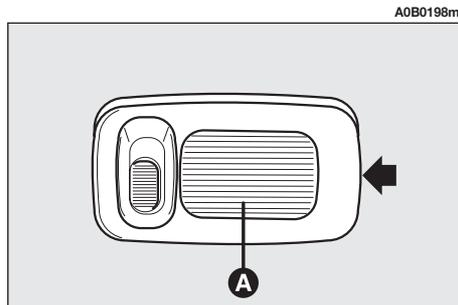

fig. 59
– Estrarre la plafoniera (**A-fig. 59**) facendo leva nel punto indicato dalla freccia.